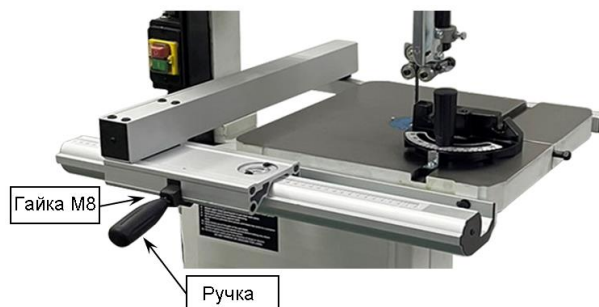

Рисунок 11
3. Навинтите 1 гайку М8 на ручку фиксации упора, затем вкрутите ручку в упор и закрепите ее на месте, затянув гайку к упору. Переместите ручку фиксации упора вверх, расположите переднюю поверхность упора между стойкой и пильным полотном, как показано на рисунке 20, затем поместите упор на переднюю направляющую (см. рисунок 11).
4. Положите упор (рисунок 11) на направляющую и выровняйте профиль упора параллельно пазу углового упора в столе.